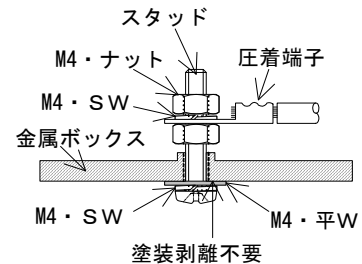

図 2-2
- (j) 金属ボックスの接地はボックス外側から締付けている既存の接地用ねじを取外し、新たにM4×20 のねじを接地スタッドして取付ける。この時のボックス表面の塗装は剥離しなくてもよい。図 2-2 参照。
- (k) コントロールボックス内の端子台から金属ボックスへの接地線の接続は、金属ボックス内側の(j)項目で設けた接地スタッドに接続すること。図 2-2 参照
- ① 補助継電器（MY4-D）、限時継電器（H3Y-2）、フロートなしスイッチ（61F-GP-N）については、平行 2 本以上の場合で、補助継電器、限時継電器、フロートなしスイッチ 1 個につき最大片側 1 箇所のみとし、1 本の場合には切り欠きを不可とする。
- ② 端子台は端子台幅+両端から 5mm までの切り欠きを可とし、それ以上は不可とする。
- ③（H3CR-A）については、平行 2 本以上の場合で、最大片側 2 箇所のみ可とする。
- ④ 束線の際は電線の本数が 4 本までは切欠き不可とする。ただし、端子台部以外は全て連続 2 箇所の切欠きは不可とする。
- (p) フリッカ継電器またはソリッドステート・タイマとして、H3CR-A を使用する場合には、電源スタート／電源リセットで使用するため端子番号⑥－②間を短絡すること。